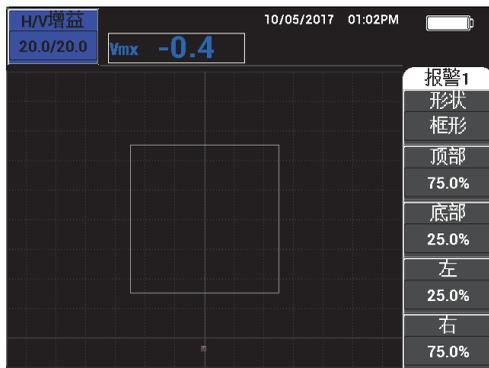

图 5-242 报警菜单
- 按功能键 A，加亮显示报警**形状**，然后使用旋钮选择想要的报警类型：**框形**、**扫频**、**扇形**或**极性**（参见第 282 页的图 5-242）。